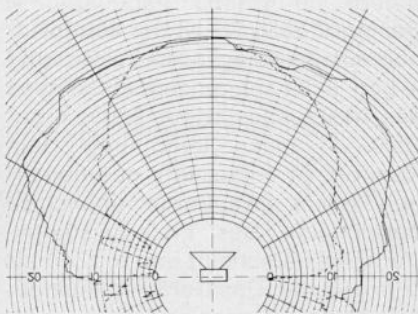

Bild 4 Richtdiagramm des Schalldruckes bei  $f = 12,5 \text{ kHz}$
**Bild 4** zeigt in Form eines Diagramms den Unterschied zwischen einem guten Breitbandlautsprecher und der Auto-Aktivbox L/U 200 HiFi.